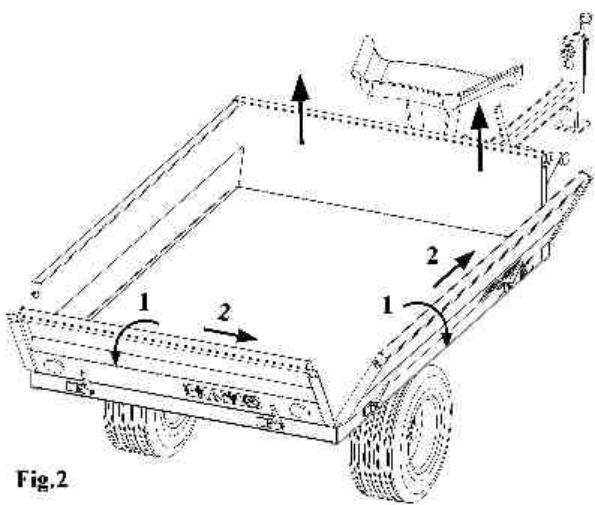

Fig.2
- Pour retirer la ridelle arrière ôtez les goupilles correspondantes puis inclinez la ridelle à la main dans la position indiquée fig.2 et poussez la ridelle vers la droite de la remorque afin de l'extraire de ses gonds.
- Pour retirer les ridelles latérales ôtez les goupilles correspondantes puis amenez les ridelles à la main dans la position indiquée fig.2 et poussez la ridelle vers l'avant de la remorque afin de l'extraire de ses gonds.